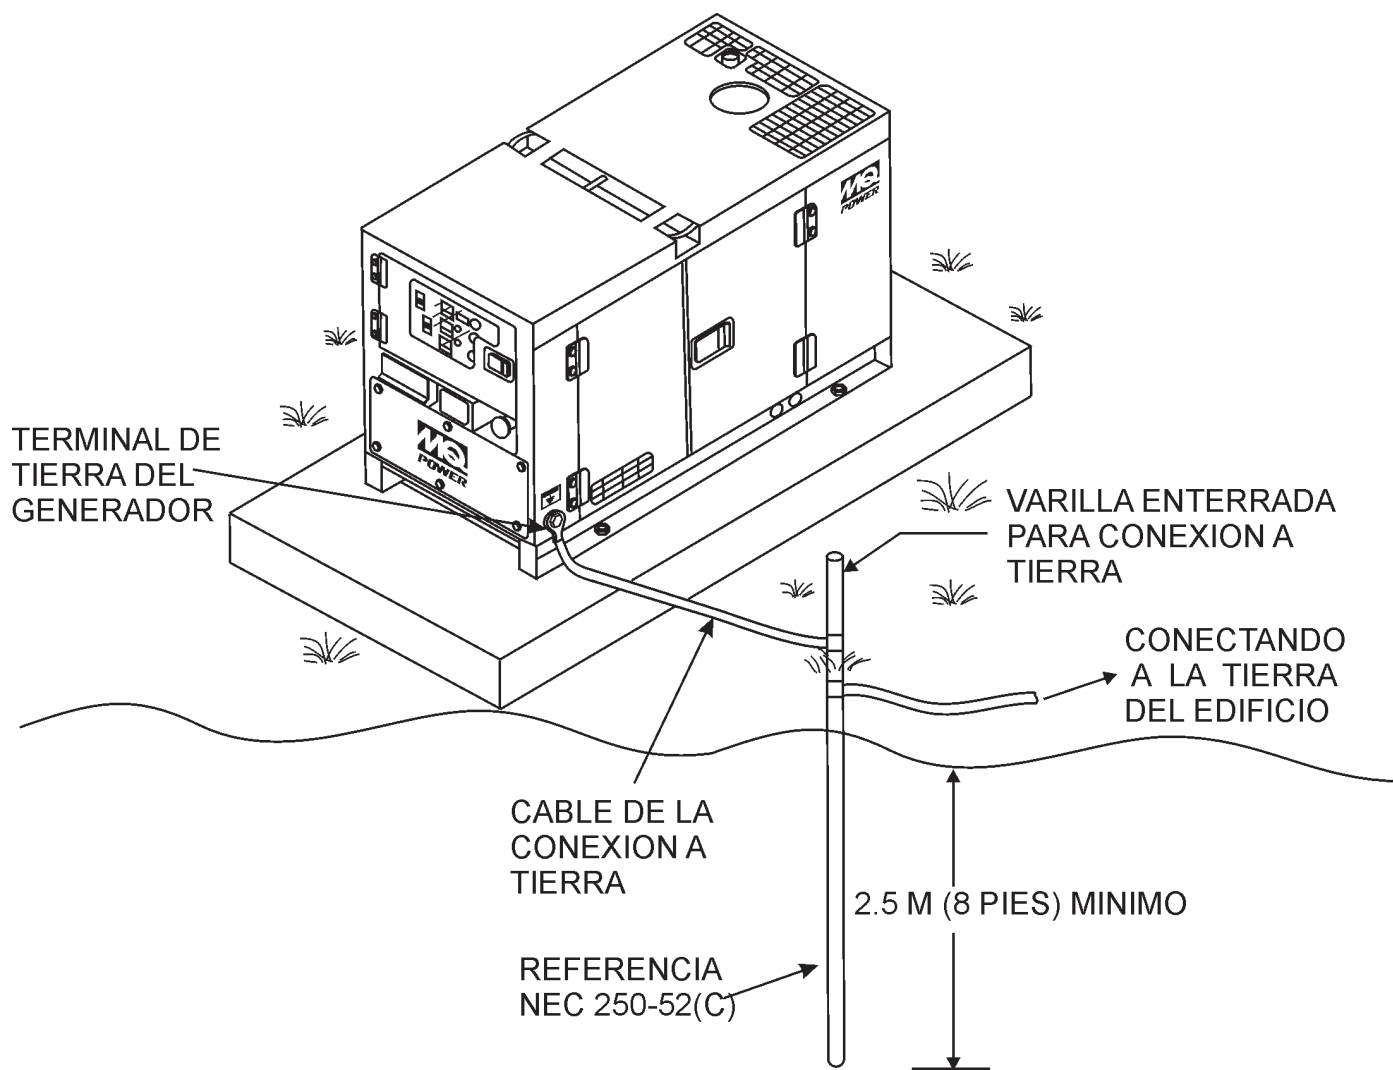

Figura 4. Aplicación a tierra típica del generador
Para evitar descargas eléctricas y posibles daños al equipo, es importante proveerlo de una buena conexión a **TIERRA**.. Consulte la Figura 4 para una configuración típica a tierra.
2. Cuando instale el generador (Figura 4) conecte el cable de tierra entre la rondana de presión y tuerca en el generador y apriete la tuerca completamente. Conecte la otra punta de cable a tierra.
3. Artículo 250-52 (C) del CNE, especifica que la varilla de conexión a tierra debe ser enterrar a un mínimo de 2.5 m. (8 pies) bajo tierra.